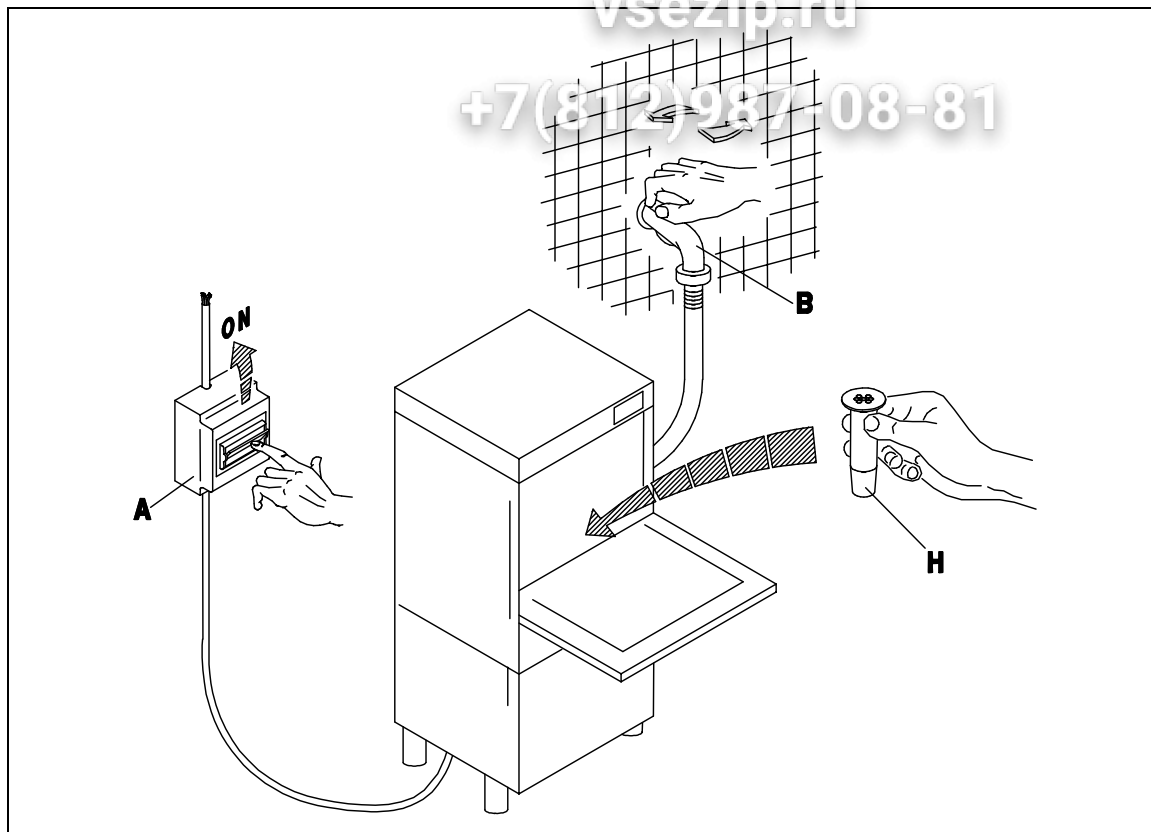

Fig. 3-1
- Aprire il rubinetto dell'acqua (B), inserire l'interruttore generale (A). Togliere il troppopieno e il pannello anteriore sottoporta, per poter accedere al termostato boiler. Attivare l'interruttore principale dell'apparecchio (1), ne conseguirà l'accensione della spia (A) evidenziando che la macchina è sottoposta a tensione. A porta chiusa il boiler si riempie d'acqua, quando l'acqua comincerà ad uscire dai bracci di risciacquo, aprire la porta, inserire il troppopieno, regolare la temperatura sul termostato boiler (temperatura consigliata 85°C), richiudere la porta. Avrà così inizio il riscaldamento dell'acqua del boiler, evidenziato dall'accensione della spia (D), al raggiungimento della temperatura impostata sul termostato boiler, spia (D) spenta, avrà inizio il riempimento della vasca. Il termine della fase di riempimento vasca sarà evidenziato dall'accensione della spia (E). Il tempo di riempimento della vasca è determinato dalla temperatura dell'acqua d'alimentazione e dalla temperatura impostata sul termostato boiler.
- ECO 50 – temperatura acqua di alimentazione 16°C, temperatura boiler 85°C, tempo di caricamento 25 minuti circa.Quando la spia di riempimento vasca (E) sarà accesa e quella del boiler (D) sarà spenta, l'apparecchio sarà nelle condizioni ideali per iniziare il lavaggio. (fig. 3-1÷3-2)
- Turn on the water tab (B) and switch on the main switch (A). Take off the overflow pipe and the front panel under the door in order to reach the boiler thermostat. Switch on the appliance, switch (1), which will cause the warning light (A) to illuminate, indicating that the machine is live. When the door is closed the boiler fills with water, when the water starts coming out from the rinse arms, open the door, insert the overflow pipe, adjust the temperature on the boiler thermostat (recommended temperature 85°C) and close the door. The water in the boiler will start heating, indicated by the warning light (D) on. When the adjusted temperature on the thermostat is reached, warning light (D) off, the wash tank will start filling. The end of the tank filling will be indicated by the warning light (E) on. The time of the tank filling depends on the inlet water temperature and on the adjusted temperature on the boiler thermostat.
- ECO 50 – Inlet water temperature 16°C, boiler temperature 85°C, filling time 25 minutes about.When the tank filling warning light (E) will be on and the boiler warning light (D) will be off, the appliance will be in the ideal conditions to start washing (fig. 3-1÷3-2).
- Öffnen Sie den Wasserhahn (B) und schalten Sie den Hauptschalter (A) ein. Das Überlaufrohr im Tank herausnehmen und die vordere Blende unter der Türe abnehmen um an den Thermostat zu gelangen. Beim Betätigen des Hauptschalters (1) der Maschine wird die Anzeige (A) aufleuchten, an der Sie erkennen können, daß die Maschine unter Spannung steht. Bei geschlossener Tür läuft nun Wasser in den Boiler. Wenn das Wasser vom Nachspülarm herauszulaufen beginnt, öffnen Sie die Türe und stecken Sie das Überlaufrohr wieder an seinen Platz im Tank. Nun kann die Boilertemperatur am Thermostat eingestellt werden (empfohlene Boilertemperatur 85 °C). Die Türe schliessen. Die Erhitzung des Wassers im Boiler hat somit begonnen. Das Aufleuchten der Anzeige (D) zeigt es an. Wenn die eingestellte Temperatur erreicht ist, geht die Anzeige (D) aus und es beginnt die Wasserfüllung des Tanks. Sobald der Tank mit Wasser befüllt ist wird die Anzeige (E) aufleuchten. Die Dauer der Befüllung des Tanks hängt von der Temperatur des Anschlusswassers und von der eingestellten Boilertemperatur ab.
- ECO50 – Anschlusswasser Temperatur 16 °C, Boilertemperatur 85 °C, Fülldauer 25 Minuten.Wenn die Anzeige (E) leuchtet und die Anzeige (D) erlischt ist, dann ist die Maschine betriebsbereit und man kann den Spülgang starten (Abb. 3-1 bis 3-2).
- Ouvrir le robinet (B) et insérer l'interrupteur général (A). Enlever le tube trop-plein et le panneau frontal sous-porte pour pouvoir avoir accès au thermostat du boiler. Activer l'interrupteur général de l'appareil (1), le voyant (A) s'allumera, ce qui signifie que la machine est branchée. Avec la porte fermée le boiler se remplit d'eau, quand l'eau commencera sortir des bras de rinçage ouvrir la porte, insérer le tube trop-plein, régler la température sur le thermostat (température conseillée 85°C), fermer à nouveau la porte. L'eau du boiler commencera se chauffer, indiqué par l'allumage du voyant (D). Quand la température affichée sur le thermostat est atteinte, voyant (D) éteint, le remplissage de la cuve va commencer. La fin de la phase de remplissage de la cuve sera indiquée par l'allumage du voyant (E). Le temps de remplissage de la cuve est déterminé par la température de l'eau d'alimentation et par la température affichée sur le thermostat du boiler.
- ECO 50 – température eau d'alimentation 16°C, température boiler 85°C, temps de remplissage 25 minutes environ.Quand le voyant du remplissage de la cuve (E) sera allumé et le voyant du boiler (D) sera éteint, l'appareil sera dans les conditions idéales pour commencer le lavage (fig. 3-1÷3-2)
- Abrir el grifo del agua (B), introducir el interruptor general (A). Quitar el desbordamiento y el panel delantero debajo de la puerta, para poder acceder al termostato caldera. Activar el conmutador principal del aparato (1), lo conseguirá el encendido del piloto (A) poniendo de relieve que la máquina está sometida a una tensión. A puerta cerrada la caldera se llena de agua, cuando el agua comenzará a salir de los brazos de aclarado, abrir la puerta, insertar el desbordamiento, regular la temperatura en el termostato caldera (temperatura recomendada 85°C), cerrar la puerta. Tendrá así comienzo el calentamiento del agua de la caldera, apuntado al encendido del piloto (D), al alcanzar la temperatura preestablecida en el termostato caldera, piloto (D) apagada, tendrá inicio el llenado de la cubeta. El plazo de la fase de llenado recipiente pondrá de manifiesto, encendido del piloto (E). El tiempo de llenado de la cubeta se determinará por la temperatura del agua de alimentación y de la temperatura establecida en el termostato caldera.
- ECO 50 – temperatura agua de alimentación 16°C, temperatura caldera 85°C, tiempo de carga 25 minutos.Cuando el piloto de llenado cuba (E) será encendido y lo del caldera (D) será apagado, el aparato estará en las condiciones ideales para comenzar el lavado. (Fig. 3-1÷3-2)
- Aprire il rubinetto dell'acqua (B), inserire l'interruttore generale (A). Attivare l'interruttore principale dell'apparecchio (1), ne conseguirà l'accensione della spia (A) evidenziando che la macchina è sottoposta a tensione. A porta chiusa l'acqua del boiler comincerà a riscaldarsi, spia (D) accesa, al raggiungimento della temperatura impostata sul termostato boiler, spia (D) spenta, avrà inizio il riempimento della vasca. Il termine della fase di riempimento vasca sarà evidenziato dall'accensione della spia (E). Il tempo di riempimento della vasca è determinato dalla temperatura dell'acqua d'alimentazione e dalla temperatura impostata sul termostato boiler:
Quando la spia di riempimento vasca (E) sarà accesa e quella del boiler (D) sarà spenta, l'apparecchio sarà nelle condizioni ideali per iniziare il lavaggio. (fig. 3-1÷3-2)
- Turn on the water tab (B) and switch on the main switch (A). Switch on the appliance, switch (1), which will cause the warning light (A) to illuminate, indicating that the machine is live. When the door is closed the water in the boiler will start heating, indicated by the warning light (D) on. When the adjusted temperature on the thermostat is reached, warning light (D) off, the wash tank will start filling. The end of the tank filling will be indicated by the warning light (E) on. The time of the tank filling depends on the inlet water temperature and on the adjusted temperature on the boiler thermostat.
When the tank filling warning light (E) will be on and the boiler warning light (D) will be off, the appliance will be in the ideal conditions to start washing (fig. 3-1÷3-2).
- Öffnen Sie den Wasserhahn (B) und schalten Sie den Hauptschalter (A) ein. Den Hauptschalter (1) betätigen, folglich wird die Anzeige (A) aufleuchten. Daran erkennen Sie, daß die Maschine unter Spannung steht. Bei geschlossener Tür beginnt nun die Erhitzung des Wassers im Boiler, Anzeige (D) leuchtet auf. Wenn die eingestellte Boilertemperatur erreicht ist, erlöscht die Anzeige (D) und es beginnt die Wasserfüllung des Tanks. Sobald dieser mit Wasser befüllt ist wird die Anzeige (E) aufleuchten. Die Dauer der Befüllung des Tanks hängt von der Temperatur des Anschlusswassers und von der eingestellten Boilertemperatur ab.
Wenn die Anzeige (E) leuchtet und die Anzeige vom Boiler (D) erloscht ist, dann ist die Maschine betriebsbereit und man kann den Spülgang starten (Abb. 3-1 bis 3-2).
- Ouvrir le robinet (B) et insérer l'interrupteur général (A). Activer l'interrupteur général de l'appareil (1), le voyant (A) s'allumera, ce qui signifie que la machine est branchée. Avec la porte fermée l'eau du boiler commencera se chauffer, indiqué par l'allumage du voyant (D). Quand la température affichée sur le thermostat est atteinte, voyant (D) éteint, le remplissage de la cuve va commencer. La fin de la phase de remplissage de la cuve sera indiquée par l'allumage du voyant (E). Le temps de remplissage de la cuve est déterminé par la température de l'eau d'alimentation et par la température affichée sur le thermostat du boiler.
Quand le voyant du remplissage de la cuve (E) sera allumé et le voyant du boiler (D) sera éteint, l'appareil sera dans les conditions idéales pour commencer le lavage (fig. 3-1÷3-2)
- Abrir el grifo del agua (B), introducir el interruptor general (A). Activar el conmutador principal del aparato (1), lo conseguirá el encendido del piloto (A) poniendo de relieve que la máquina está sometida a una tensión. A puerta cerrada el agua de la caldera comenzará a calentarse, piloto (D) encendido, al alcanzar la temperatura preestablecida en el termostato caldera, piloto (D) apagado, tendrá inicio el llenado de la cubeta. El plazo de la fase de llenado cuba pondrá de manifiesto, encendido del piloto (E). El tiempo de llenado de la cubeta se determinará por la temperatura del agua de alimentación y la temperatura preestablecida en el termostato caldera:
Cuando el piloto de llenado Cuba (E) será encendido y la de la caldera (D) será apagado, el aparato estará en las condiciones ideales para comenzar el lavado. (Fig. 3-1÷3-2)